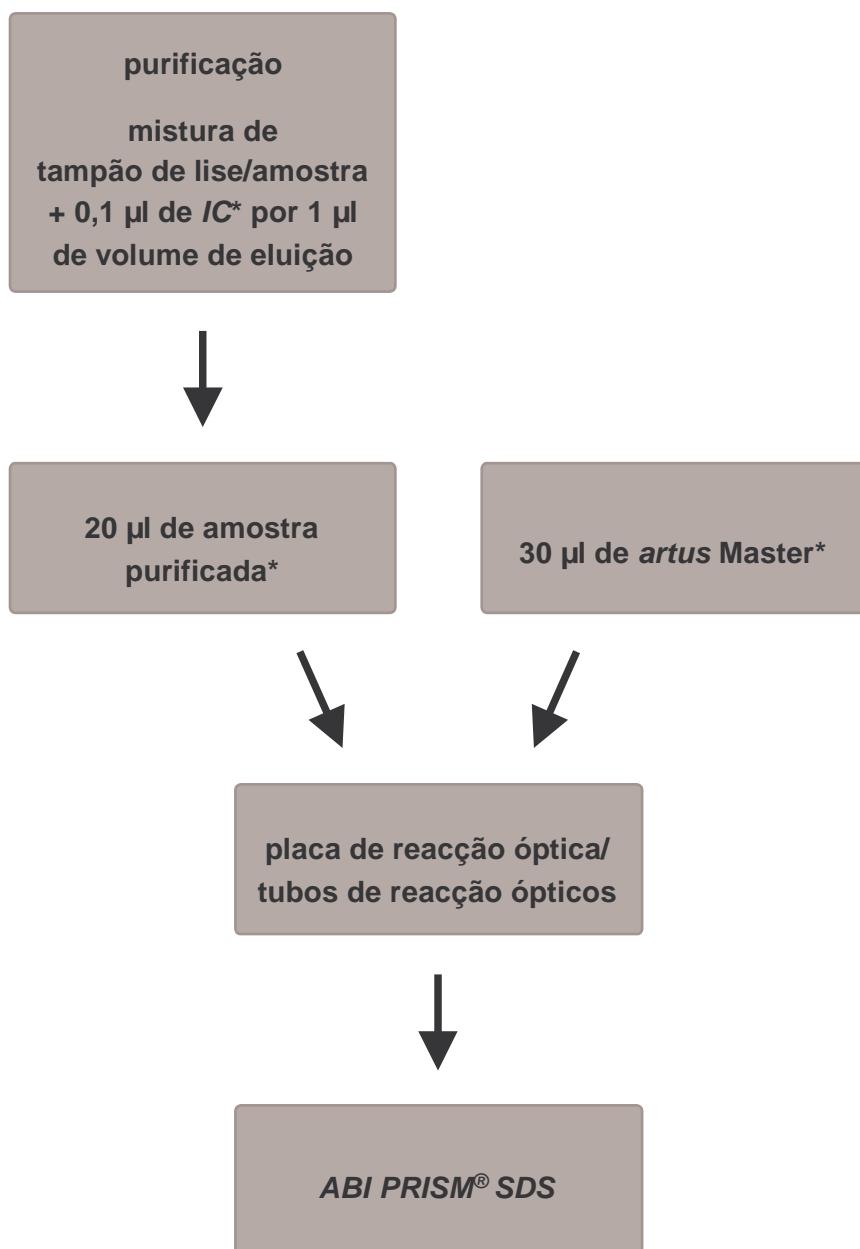

Fig. 1: Fluxo esquemático da operação para o controlo da purificação e da inibição da PCR.
É fornecido um Controlo interno (*EBV RG/TM IC*) com o qual se tem a possibilidade de controlar **não só a purificação do ADN como também uma possível inibição da PCR** (ver Fig. 1). Usando o **EZ1 DSP Virus Kit** para extração, o Controlo interno deve ser adicionado de acordo com as instruções no manual *EZ1 DSP Virus Kit Handbook*. Usando o **QIAamp UltraSens VirusKit** ou o **QIAamp DNA Mini Kit**, adicione o Controlo interno numa relação de 0,1 µl por 1 µl do volume de eluição na purificação. Se utilizar, por exemplo, o QIAamp UltraSens Vírus Kit e eluir o ADN em 60 µl de tampão AVE, então adicione 6 µl de Controlo interno. Se, p. ex., eluir em 50 µl, então adicione respectivamente 5 µl. A quantidade de Controlo interno acrescentada depende **apenas** do volume de eluição. O Controlo interno e eventualmente o Carrier-ARN (ver capítulo **8.1 Isolamento de ADN**) podem ser acrescentados apenas a
8.2 Controlo interno). Neste caso, utilize o seguinte esquema de pipetagem (ver também o esquema reproduzido na Fig. 1):